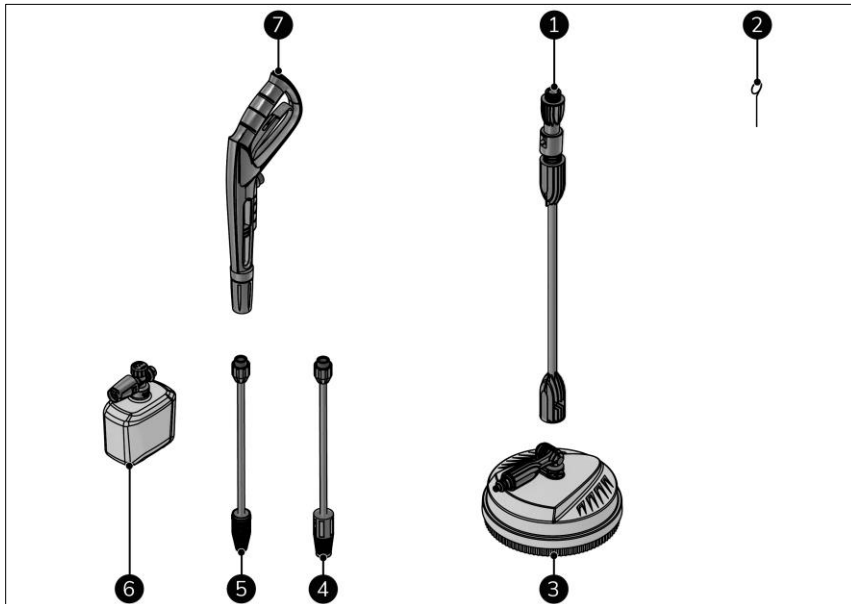

Figure 6
Cet appareil inclut les accessoires suivants (figure 6) :
1. Tenez le pistolet à jet (figure 6, pos. 7) à deux mains.
2. Placez le nettoyeur de sol (figure 6, pos. 3) sur la surface à nettoyer.